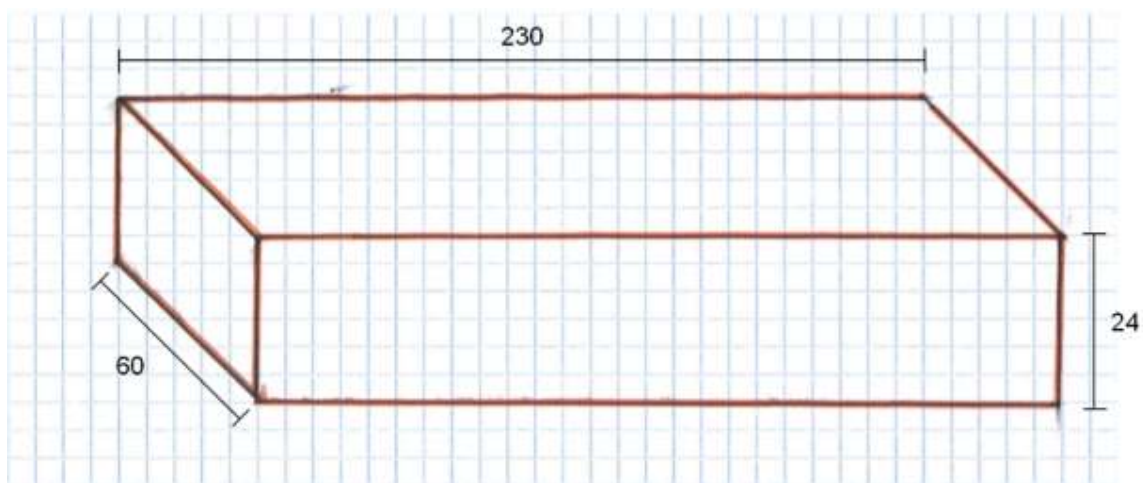

Abbildung 6 Als tragendes Element wird ein Holzkasten (230 x 24 x 60 cm) angefertigt (Brettstärke 27 mm).
1. Tragender Holzkasten (rot, Abb. 6)
Als tragendes Element wird ein Holzkasten (Abb. 6, rot) angefertigt. In diesen Holzkasten werden 11 einzelne Brutkästen (Abb. 7, grün) eingesetzt. Dieses System hat den Vorteil, dass die einzelnen Kästen unterhalten und wenn nötig einzeln ersetzt werden können. Zudem ist die Montage einfacher, da die Elemente einzeln montiert werden können und dabei Gewicht eingespart werden kann.